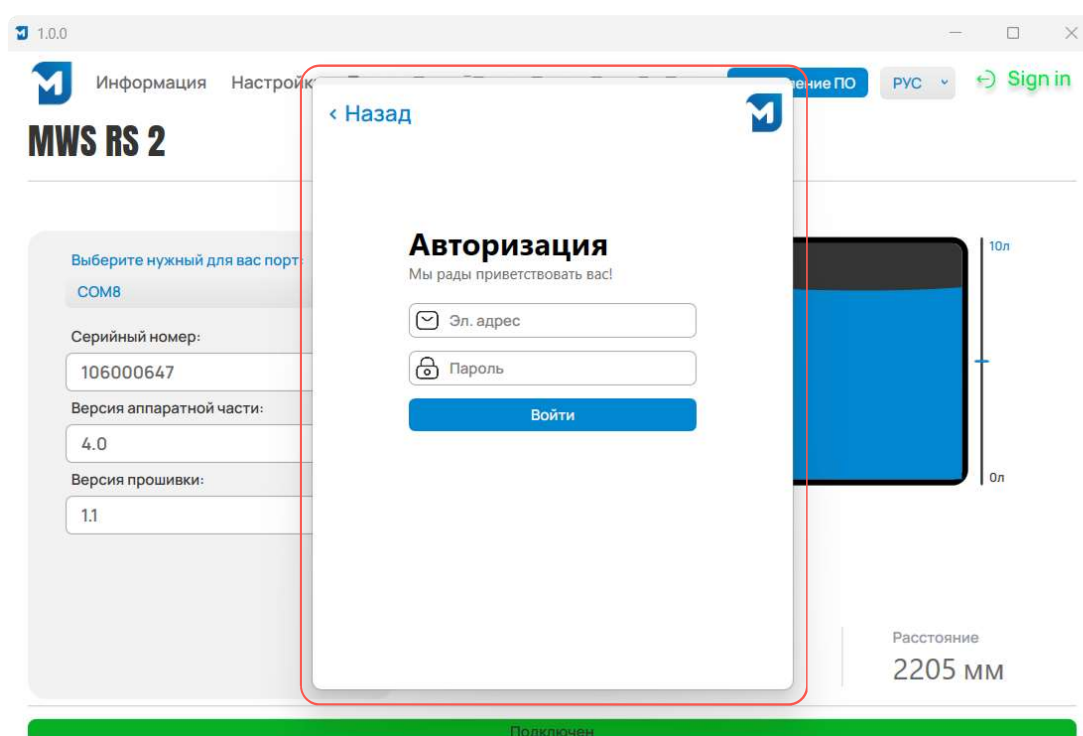

Рис. 21. Авторизация в программе
- В окне «Информация» вы можете авторизоваться в программе (рис. 21) используя ваши данные с сайта <https://mechatronics-service.com>